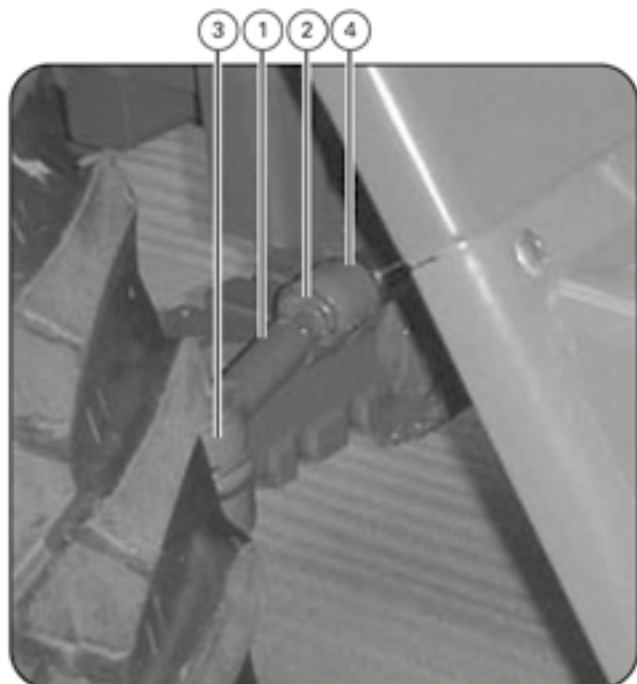

Fig. 17
1) DIRECCIÓN (Fig. 17)
1) STEERING (Fig. 17)
1) DIRECTION (Fig. 17)